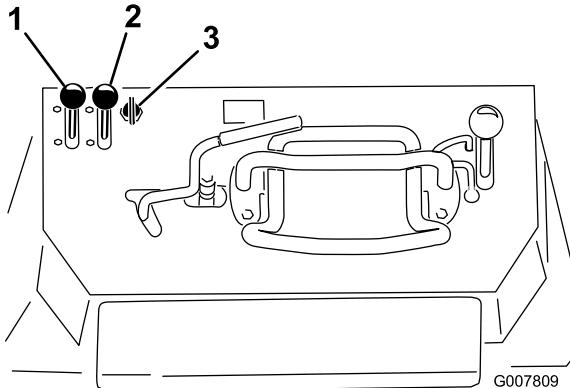

Figura 19
- Mueva la palanca del acelerador a un punto intermedio entre las posiciones Lento y Rápido (Figura 19).
- Mueva la palanca del estárter a la posición de Abierto (Figura 19).
- Gire la llave a la posición de Conectado (Figura 19). Cuando el motor arranque, suelte la llave.
- Mueva la palanca del estárter a la posición de Cerrado Figura 19. Si el motor se cala o funciona de forma irregular, active el estárter otra vez hasta que el motor se caliente.
- Mueva la palanca del acelerador a la posición deseada (Figura 19).
- Mueva la palanca del acelerador a la posición de Lento (Figura 19).
- Gire la llave a Desconectado (Figura 19).